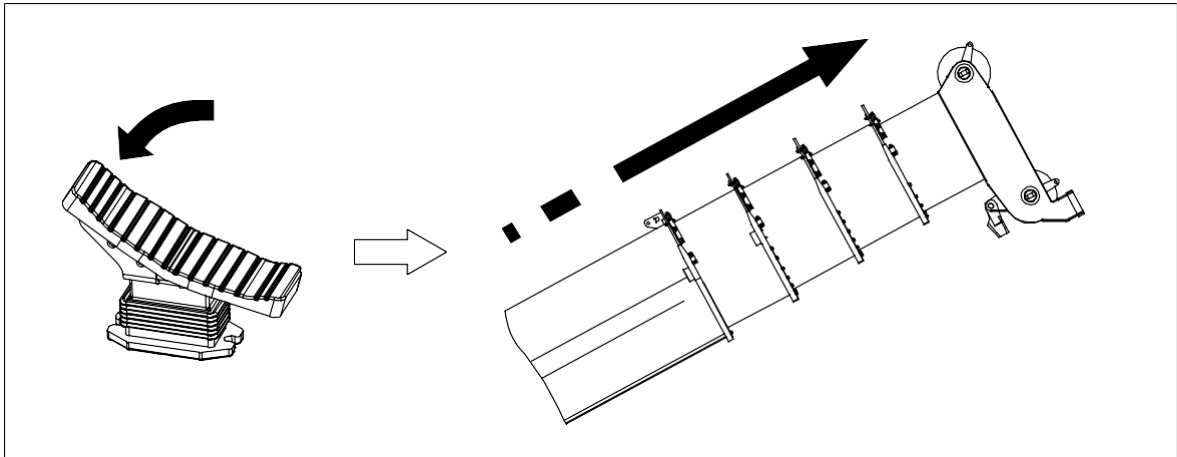

Figura 7-13 Seções Telescópicas - Estender
- C. Ao inclinar o pedal para frente, as seções telescópicas 1, 2 e 3 se movem para fora ao mesmo tempo. Consulte a figura 7-13.